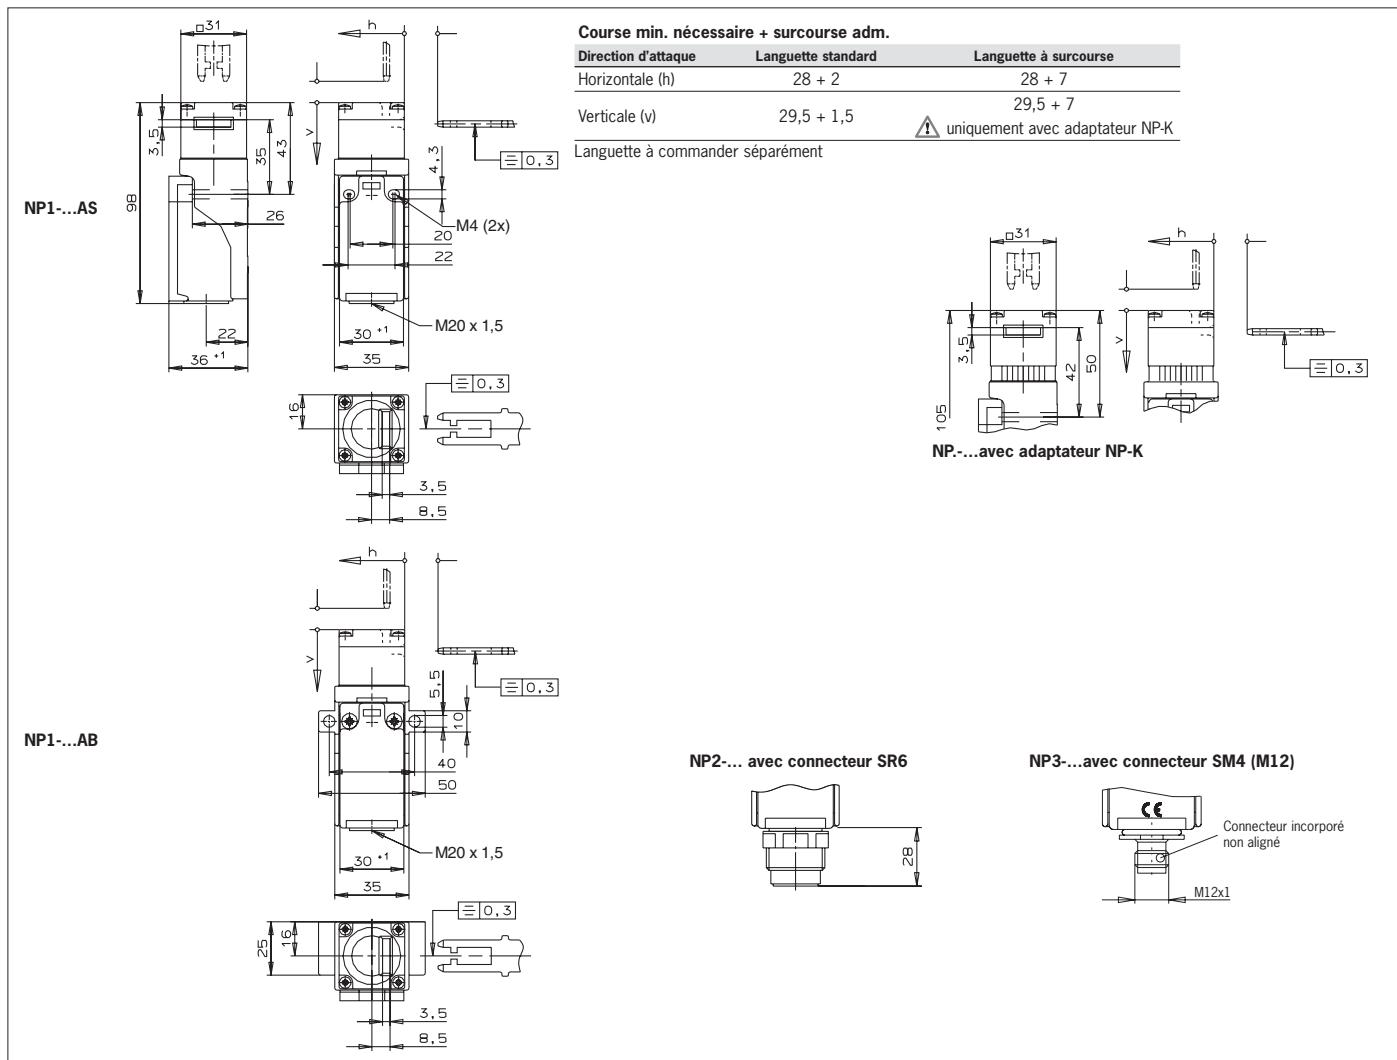

Fig. 5 : Dimensions NP...
- ▶ Asegúrese de elegir el actuador adecuado (consulte la tabla de la Fig. 5).